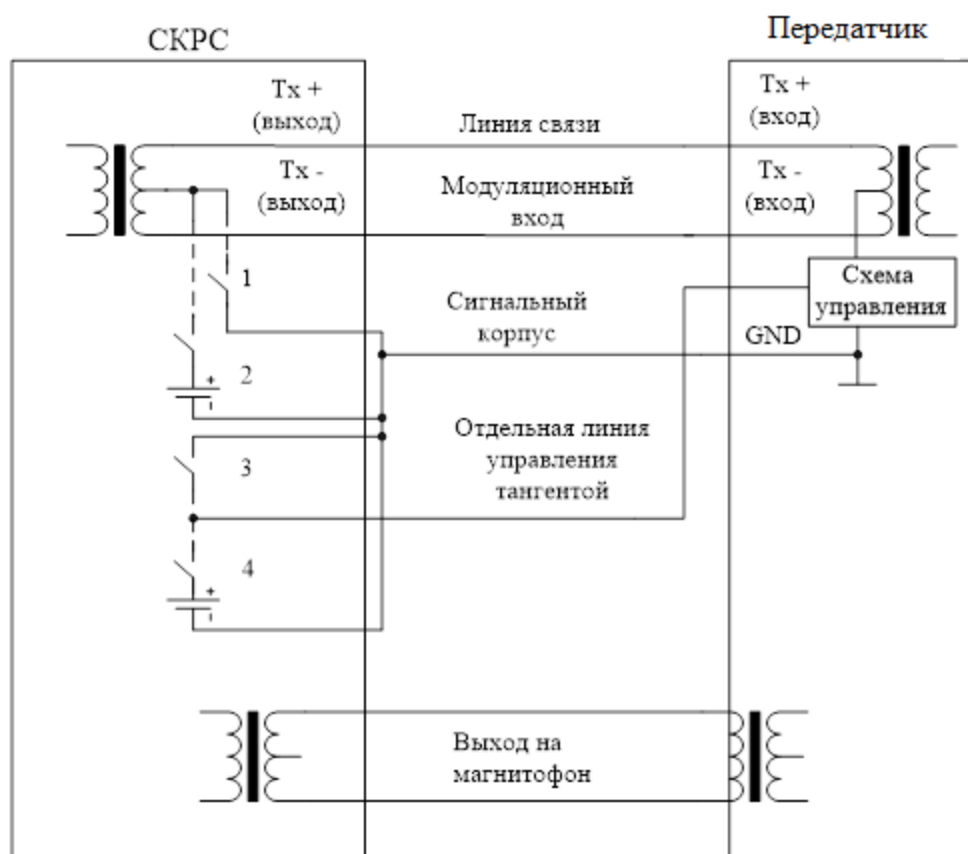

Рисунок 4 – Пример подключения Изделия к СКРС
1.5.1.1 Ниже (Рисунок 4) показан пример подключения Изделия к системе коммутации речевой связи (СКРС).